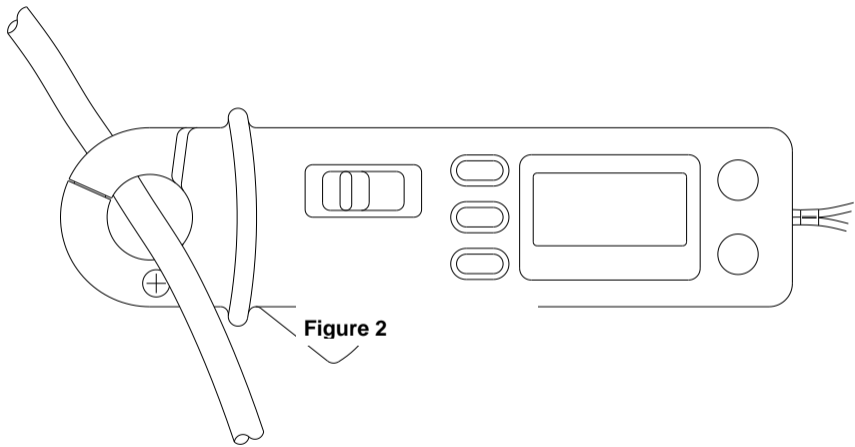

Figure 2
4. Pour les mesures de courants continus, le signe est positif pour un sens de circulation du courant conforme à la flèche. Voir la Fig. 2.